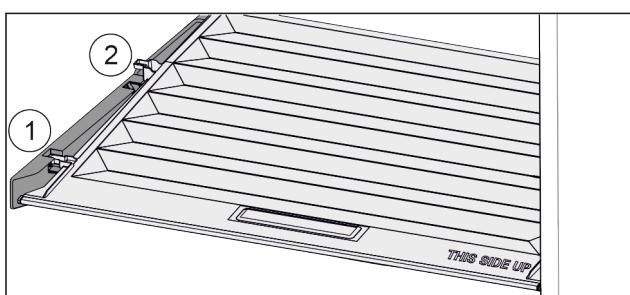

Fig. 54
- Кришку до отвору в деталях для підтримки потягнути вперед Fig. 54 (1).
- Підняти ззаду знизу та вийняти Fig. 54 (2) вгору.